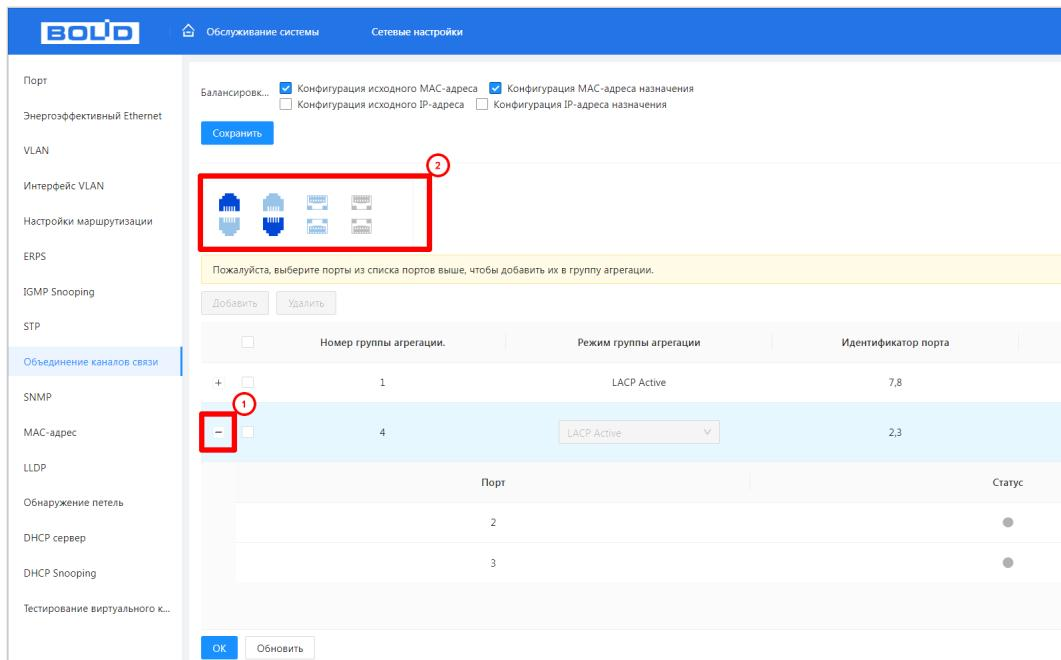

Рисунок 10.19 – Добавление
5. Далее выберите порты для объединения (Рисунок 10.19). Для этого нажмите кнопку  и выделите порты.